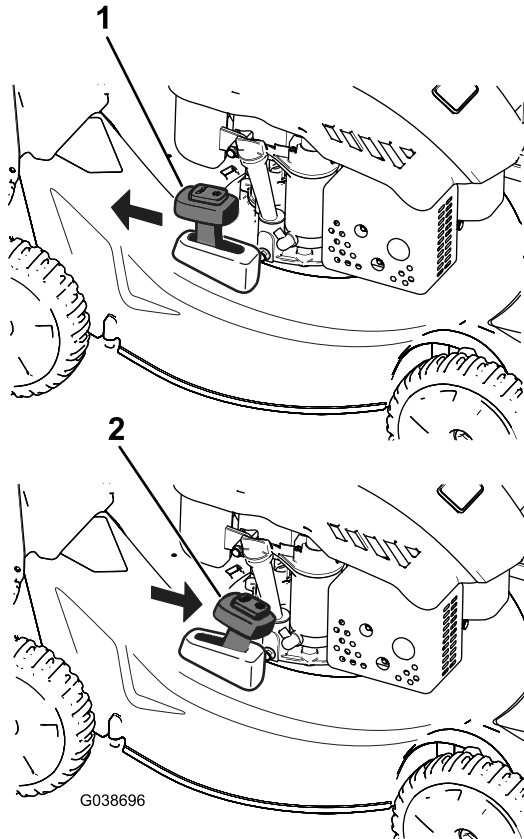

Bild 20
Schieben Sie den Hebel für den zuschaltbaren Grasfangkorb in die RECYCLING-Stellung, um das Schnittgut zu recyceln (Bild 20).
2. Setzen Sie den Fangkorb ein, siehe Montieren des Fangkorbs \(Seite 14\), und stellen den Hebel für den zuschaltbaren Fangkorb in die BAGGING-Stellung, wie in Bild 20 abgebildet.
Hinweis: Nehmen Sie ggf. den Fangkorb von der Maschine ab, bevor Sie das Schnittgut hinten auswerfen, siehe Entfernen des Fangkorbs \(Seite 14\). Der Hebel für den zuschaltbaren Fangkorb sollte in der BAGGING-Stellung sein, wie in Bild 20 abgebildet.